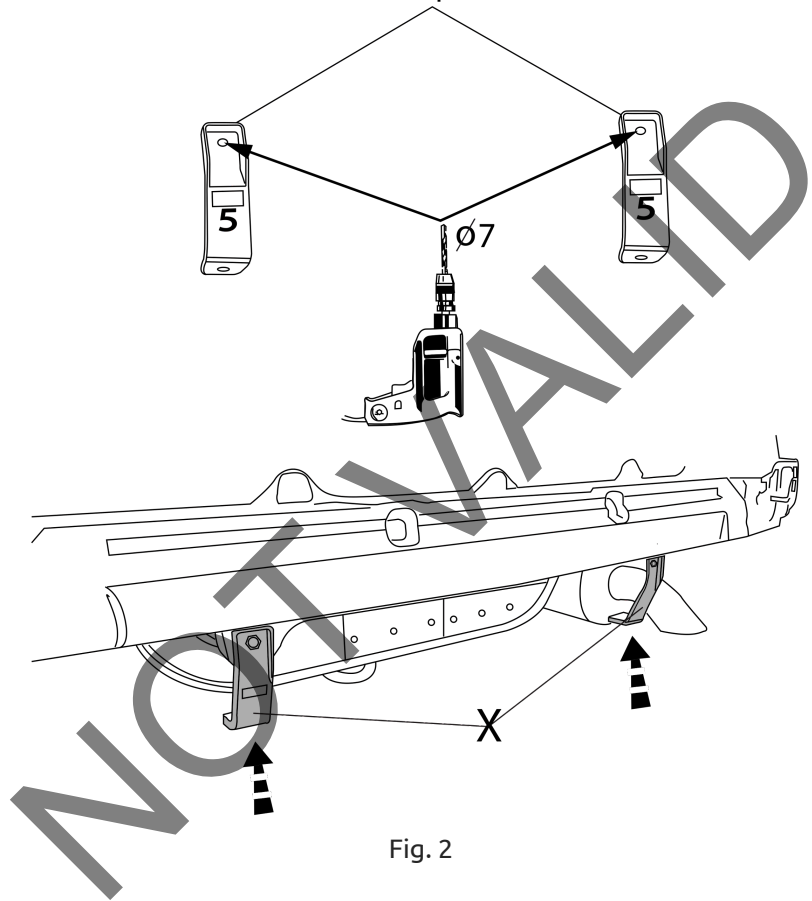

Fig. 2
7. Поставить кронштейны Х и прикрепить их в точках Н, закрепив не до конца. См. рисунок 2.